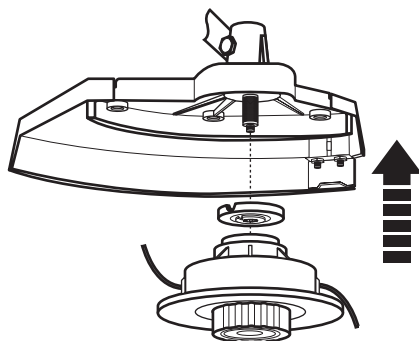

Fig. 7
- > Placez la bride tournante sur collet battu [27] sur la broche [24] et vissez dessus la tête de taillage [32] (Fig. 7).